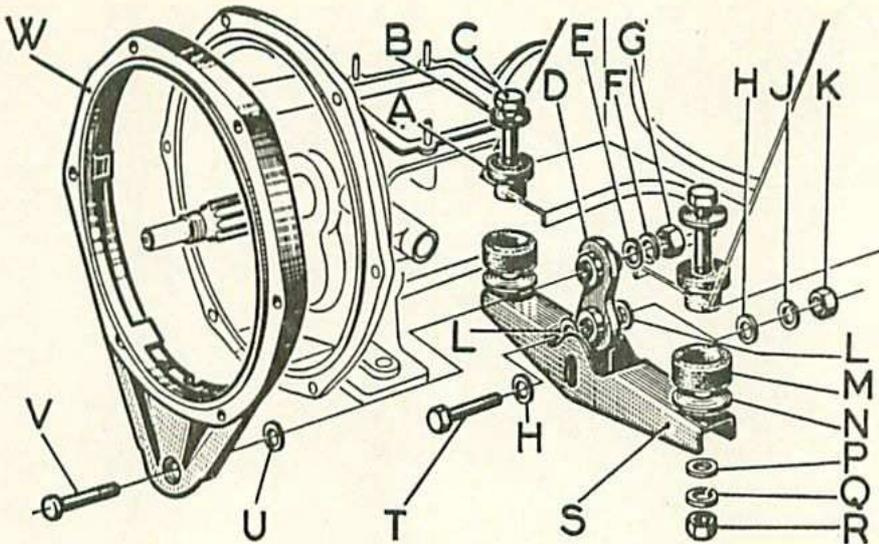

Fig. 29. — Suspension élastique de la boîte de vitesses (2e traverse)
• Débloquer l'écrou (K) (fig. 29) fixant la biellette (D) sur son support (S).
• Déposer les deux écrous (R) les deux rondelles Grower (Q) et les deux rondelles plates (P) du support de biellette (S).